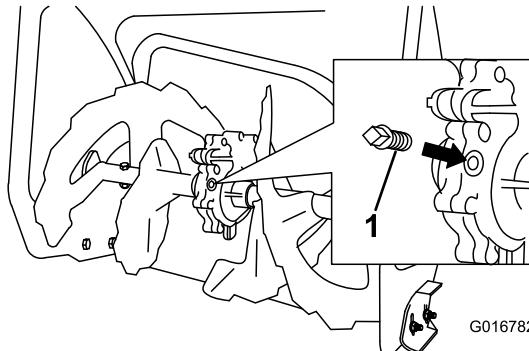

Figure 33
- Nettoyez la surface autour du bouchon de tuyau (Figure 33).